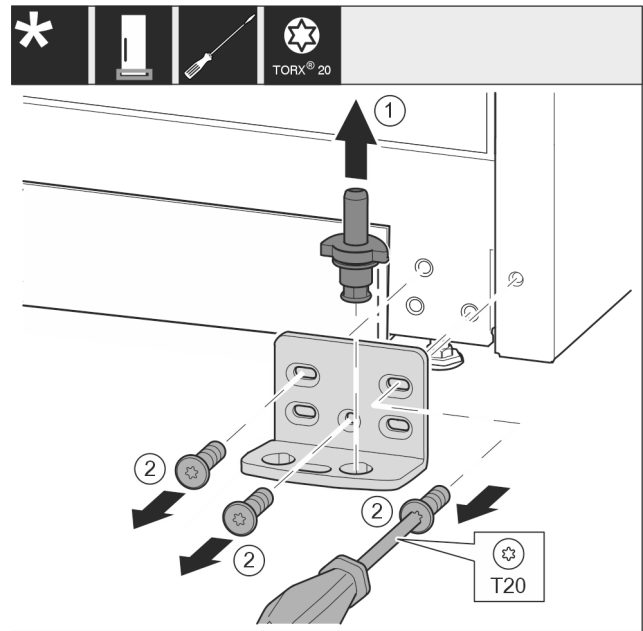

Fig. 15
- ▶ Опорный палец полностью извлеките движением вверх. Fig. 15 (1)
- ▶ Открутите винты отверткой T20 и снимите опорный кронштейн. Fig. 15 (2)